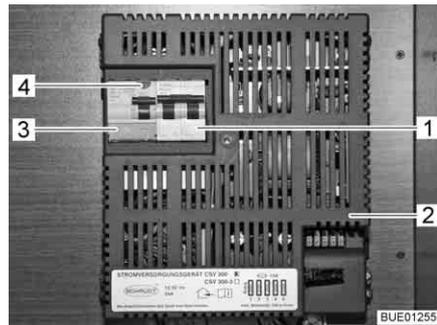

Fig. 125 Coffret de fusibles 230 V avec disjoncteur de protection de circuit et disjoncteur FI
- Couper le disjoncteur de protection de circuit (Fig. 125,1) dans le coffret de fusibles (Fig. 125,2).
- Quand le véhicule est raccordé sur l'alimentation 230 V, appuyer sur la touche de contrôle (Fig. 125,4) du disjoncteur différentiel (disjoncteur FI) (Fig. 125,3) dans le coffret de fusibles (Fig. 125,2). Le disjoncteur différentiel doit se déclencher.